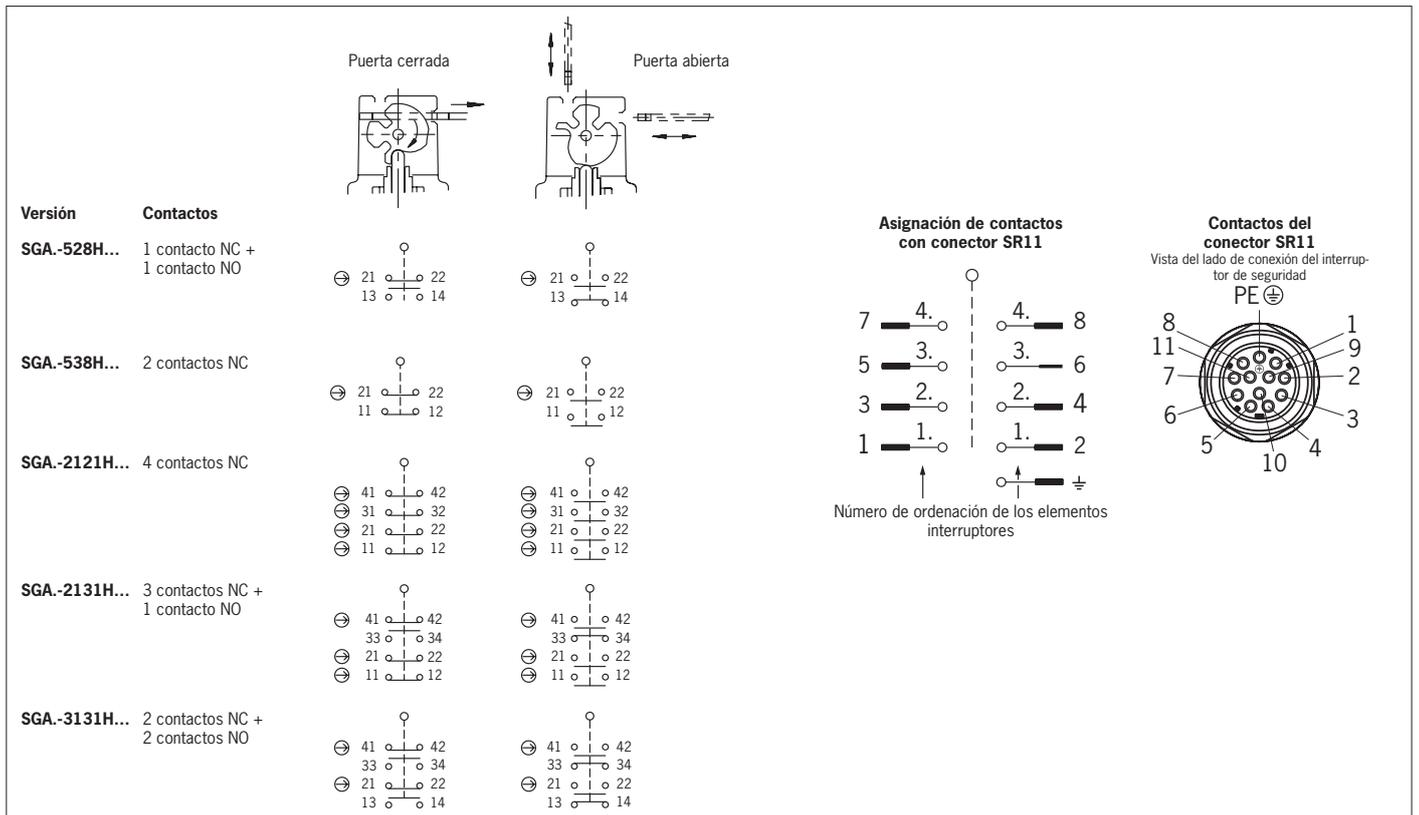

Fig. 2: Elementos interruptores y funciones de conmutación
Debe usarse como mínimo un contacto  $\rightarrow$ . Este señala la posición del resguardo (para la asignación de contactos, consulte la Fig. 2).
3. Apriete las conexiones y los bornes con 0,5 Nm (para la asignación de contactos, consulte la Fig. 2).